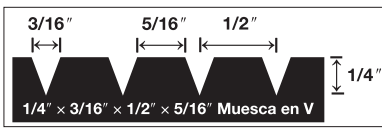

Figura 2
- Lana en V de 1/4" x 1/2" x 3/16" (6 mm x 13 mm x 5 mm) (Figura 2)
Esparza cantidades suficientes del adhesivo recomendado con la llana recomendada (Figura 2) en un área que se pueda cubrir en 60 minutos (ver la información del adhesivo).